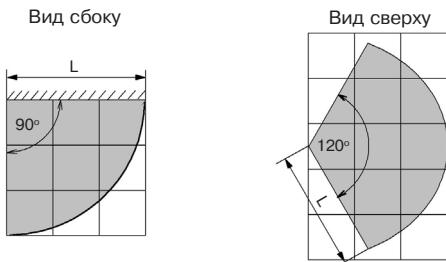

Рисунок 1 – Диаграмма зоны обнаружения АК канала
- при выборе места установки следует принимать во внимание диаграмму направлений извещателя (рисунок 1);